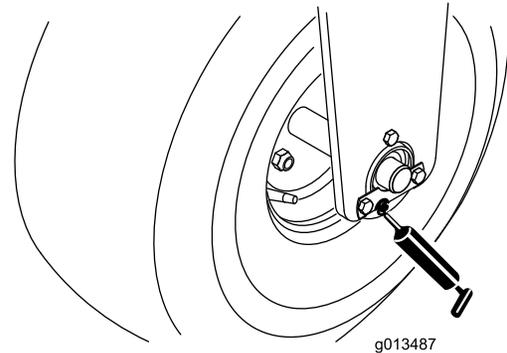

Figura 14
- cuscinetto ruota anteriore (2) (Figura 14)